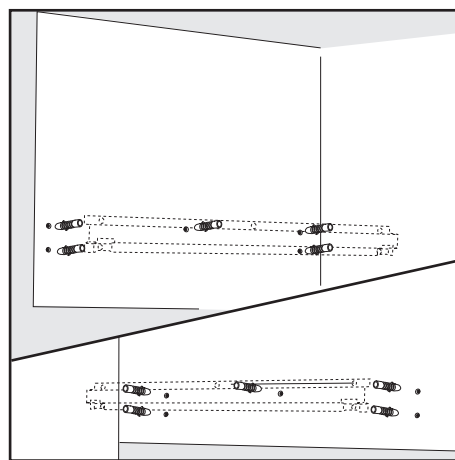

Fig. 6
- Percez 5 trous diam. 8 mm sur chaque pan de mur à la bonne hauteur (voir fig. 6 pour le perçage servez-vous du gabarit).